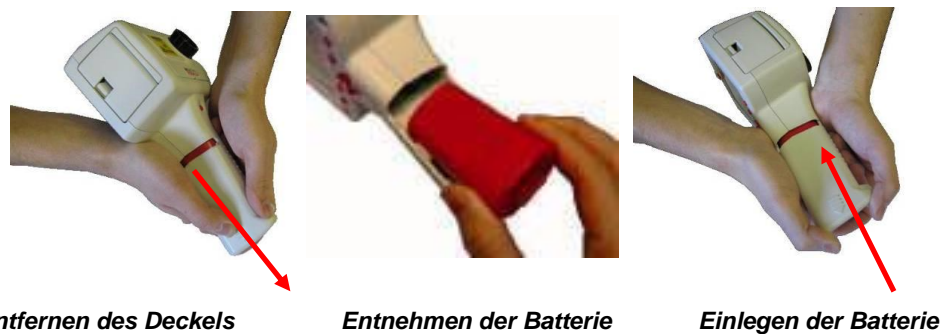

Bild 2
2. Öffnen Sie das Batteriefach am unteren Ende des Handgriffes, indem Sie den Deckel zur Seite schieben (in Bild 2).